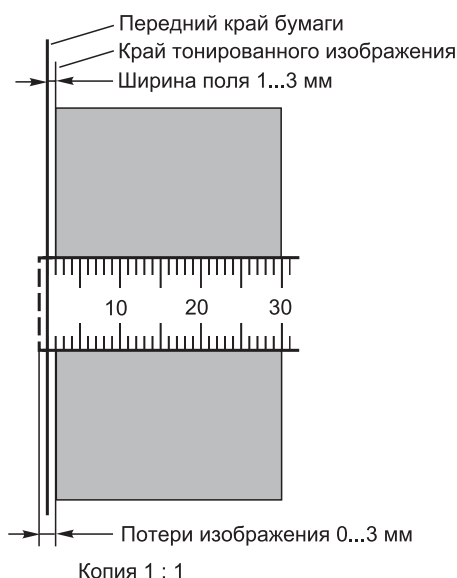

Рис. 5. Регулировка допустимых потерь изображения и поля
10. Сделайте копию в нормальном режиме 1 : 1 и при необходимости введите установочную величину регулировки поля переднего края, так чтобы край томированного изображения находился на первом...третьем делении изображения линейки (см. рис. 5). Введите установочную величину цифровыми клавишами от 1 до 99, например: O – 2 – COPY. В результате делается копия и устанавливается введенная с клавиатуры величина. При изменении установленной величины на 1 поле меняется приблизительно на 0,2 мм. Чем больше установленная величина, тем больше поле.
11. Сделайте нормальную копию и убедитесь, что потеря изображения и поля находятся в допустимых пределах (см. рис. 5). Допустимые пределы потери изображения составляют 0...3 мм, а поля 1...3 мм.